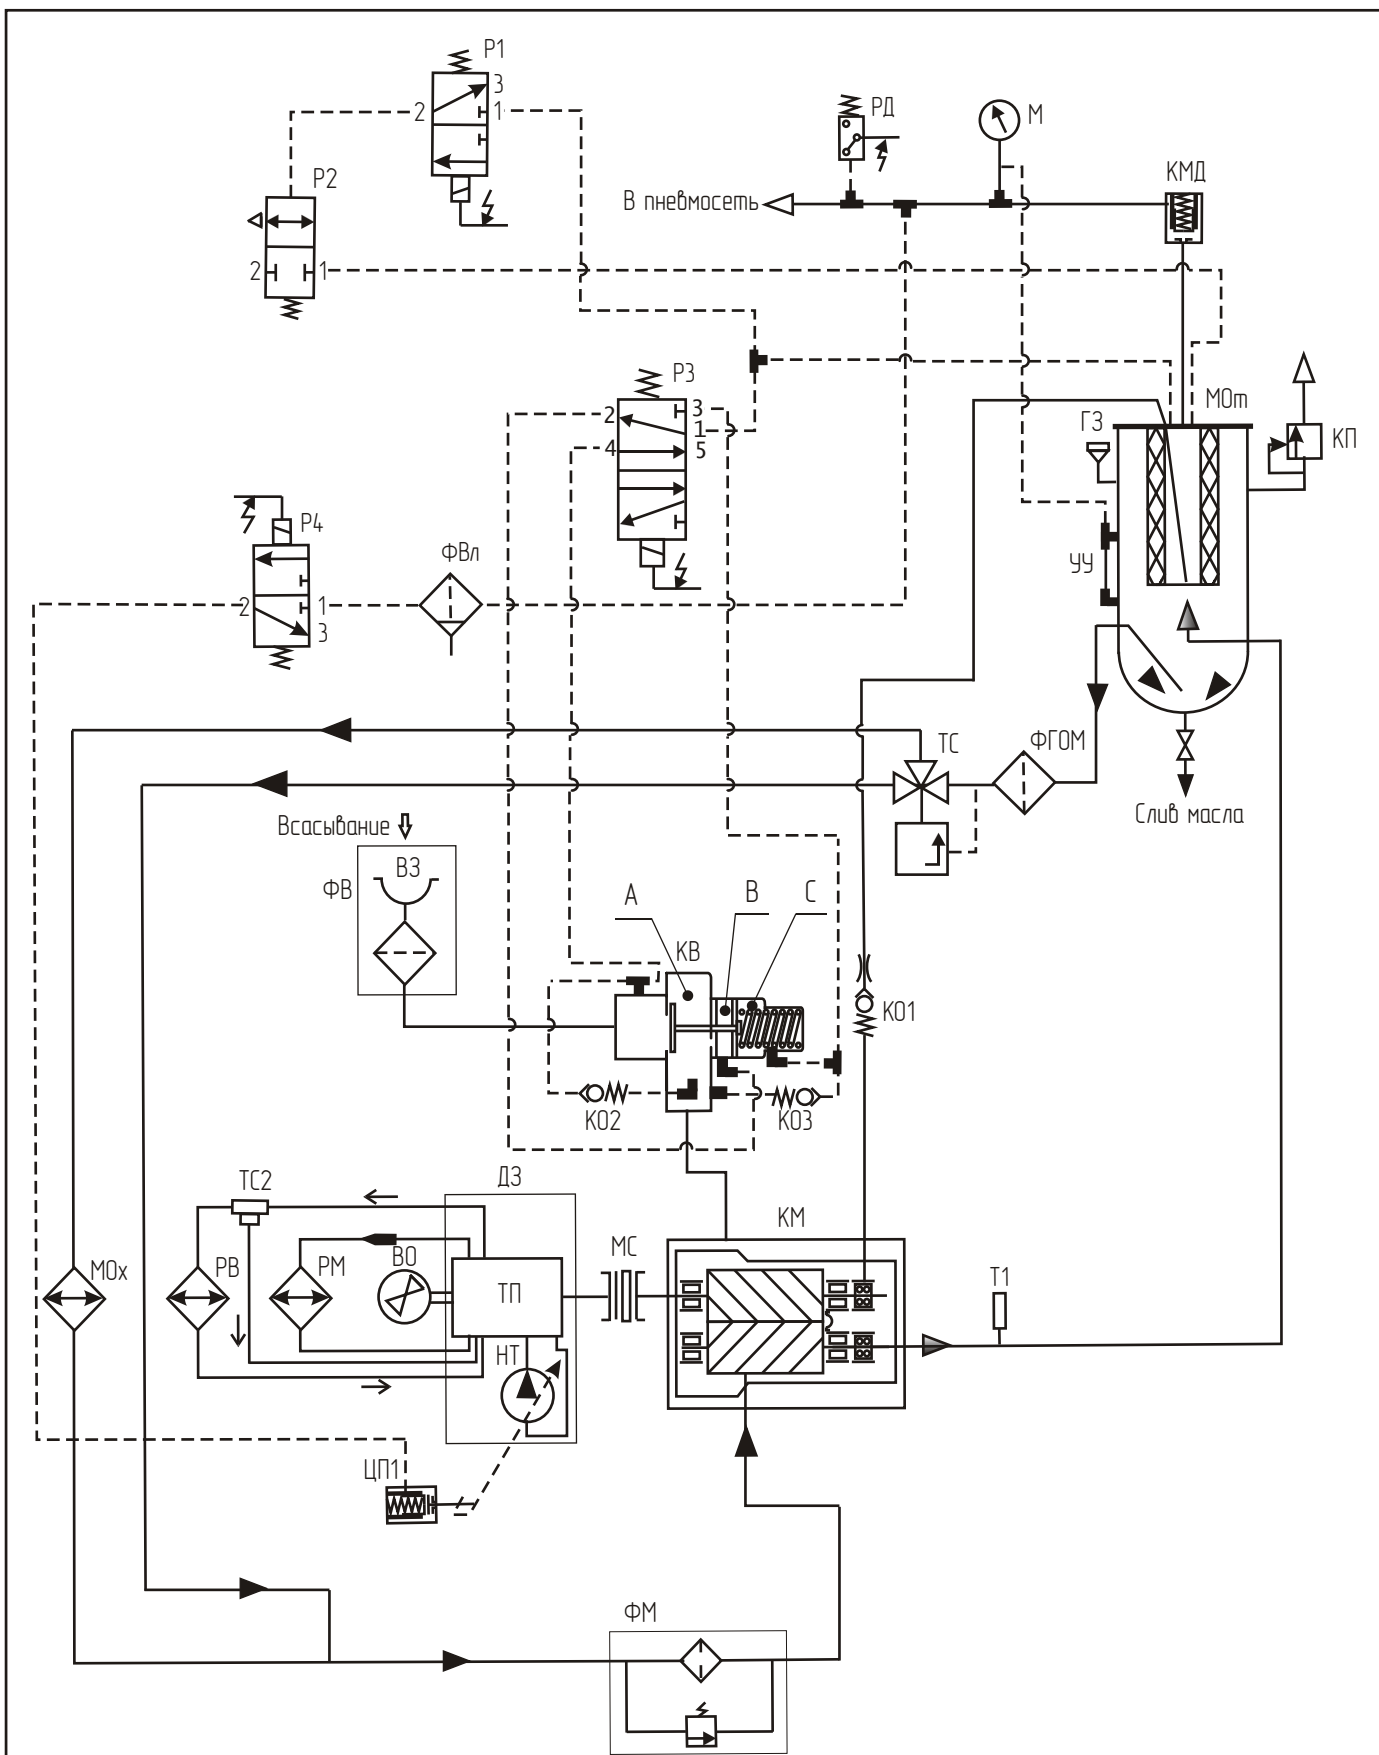

Рисунок 2 - Схема пневмогидравлическая принципиальная
Принципиальная схема работы станции приведена на рис. 2.
Перечень элементов к рис. 2
- 1) Маслоотделителя МОт (см. рис. 2), который служит для очистки воздуха и хранения масла. Маслоотделитель имеет указатель уровня масла УУ, заливную горловину ГЗ и сливной кран. Внутри маслоотделителя установлен фильтр-патрон ФП, служащий для тонкой очистки воздуха.
Регулирование производительности осуществляется автоматически по давлению нагнетания при помощи реле давления РД (см. рис. 2), электропневматических распределителей прямого действия Р1, Р4, распределителя с электропневматическим управлением Р3, двунаправленного блокирующего клапана Р2, впускного клапана КВ и пневмоцилиндра ЦП1.